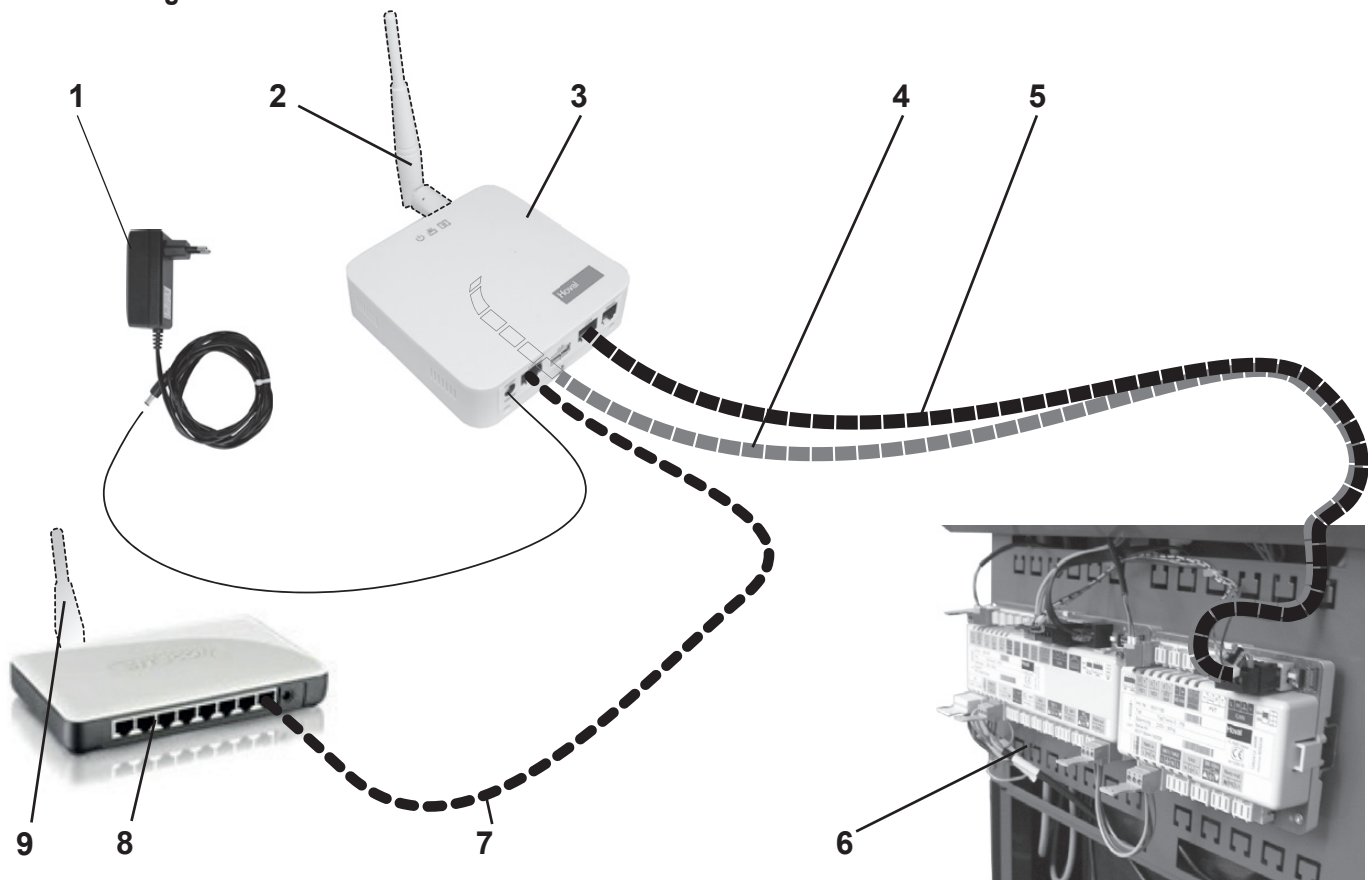
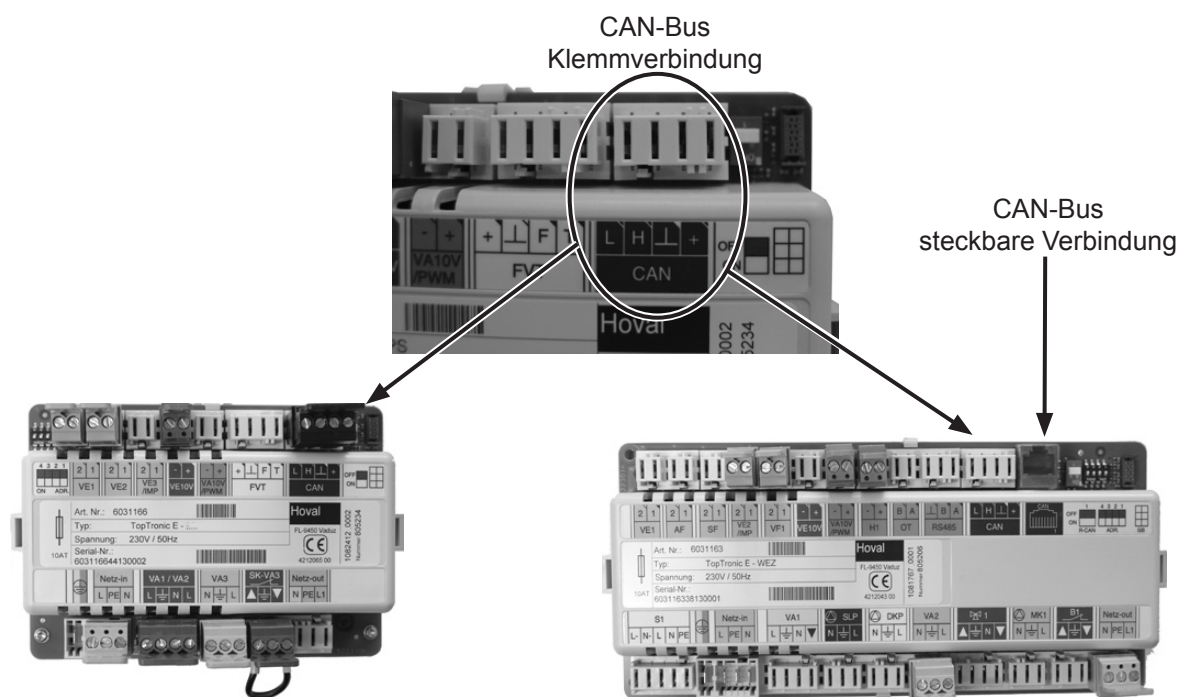

Bild 07
Bild 08
2. Hoval CAN-Bus an einem Basis- oder Reglermodul (Bild 07/Pos. 6) anschliessen (Bild 08) , gemäss Kapitel 2.2.3
- 7.a **Ausführung WLAN:** Die WLAN-Antenne Bild 07/Pos.2 befestigen, der DSL-Router muss WLAN-fähig sein.
Das Netzteil (Bild 07/Pos. 1) installieren.
7.b Ausführung LAN: Mit dem LAN-Kabel (Bild 07/Pos. 7) den DSL-Router mit dem Gateway verbinden (Bild 12).